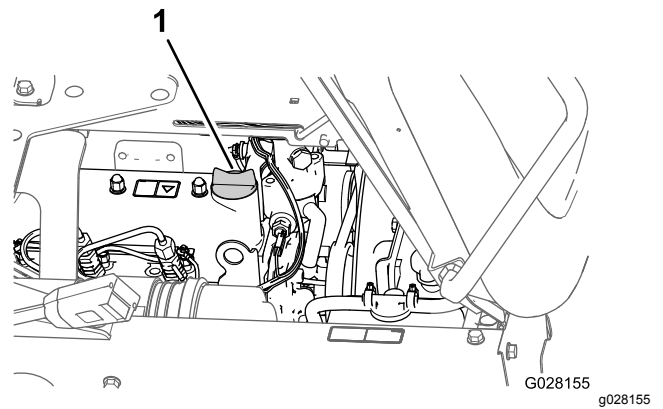

Figura 69
3. Se il livello dell'olio è basso, rimuovete il tappo di riempimento dal coperchio della valvola e versate olio nel collo del bocchettone fino a quando il livello dell'olio non raggiunge il segno di pieno sull'asta di livello (Figura 69).